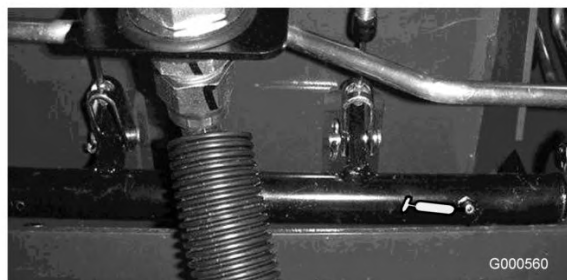

Figura 24
- Rolamentos articulados do eixo do travão (5) (Figura 24)